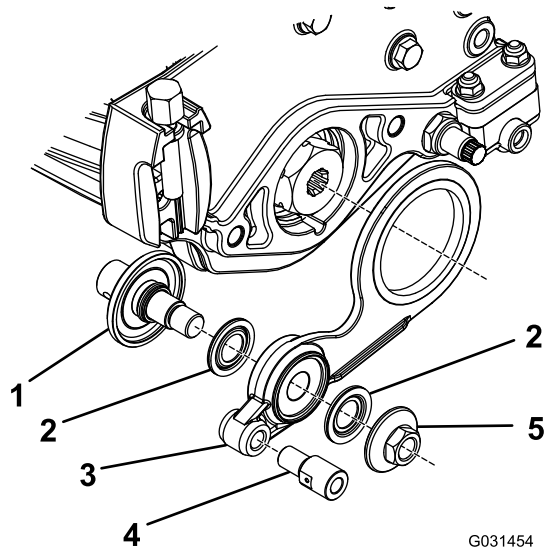

Figura 16
1. Monte las piezas sueltas en el conjunto tensor según se muestra en Figura 16.
Nota: Instale las piezas de 1 a 5 en sentido inverso si va a instalar el conjunto tensor en el otro lado (Figura 16).